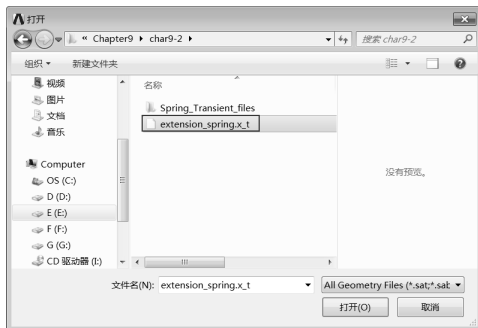

图 9-52 选择文件
Step2 :选择文件路径,如图 9-52 所示,选择文件 extension_spring.x_t,并单击“打开”按钮。